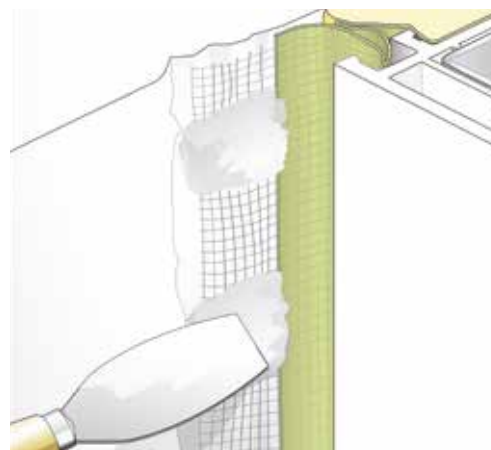

Fig 11 : fixation ponctuelle au moyen de la colle en dispersion (illbruck OT300). Attention à la compatibilité de la colle avec les mortiers, faire des tests.
- mettre en place la membrane et la fixer par points au moyen de mortier ou d'une colle en dispersion (Fig. 11)